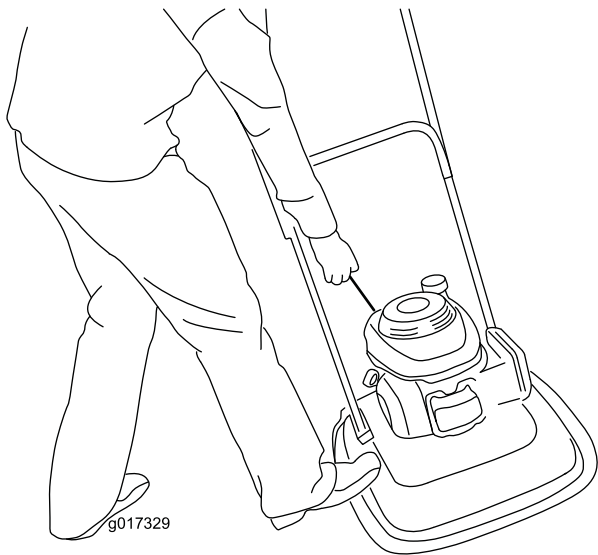

Bild 16
3. Stellen Sie den Fuß auf das Mähwerk und kippen Sie die Maschine in ihre Richtung (**Bild 16**).